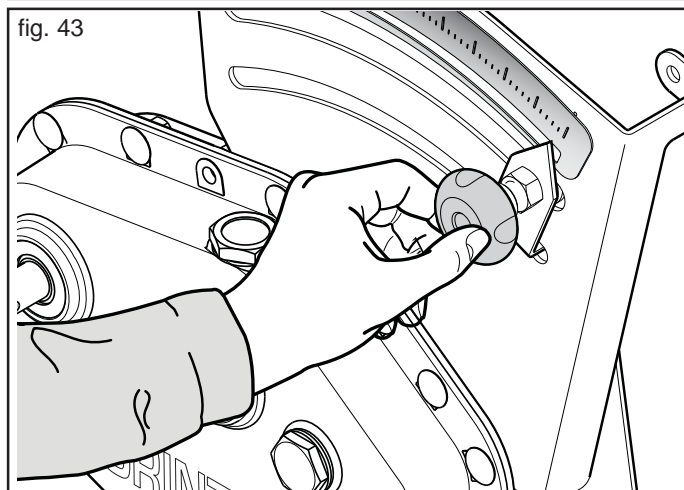

fig. 43
- 6) Afloje el tornillo de fijación situado en la regulación del cambio (Fig. 43) ...